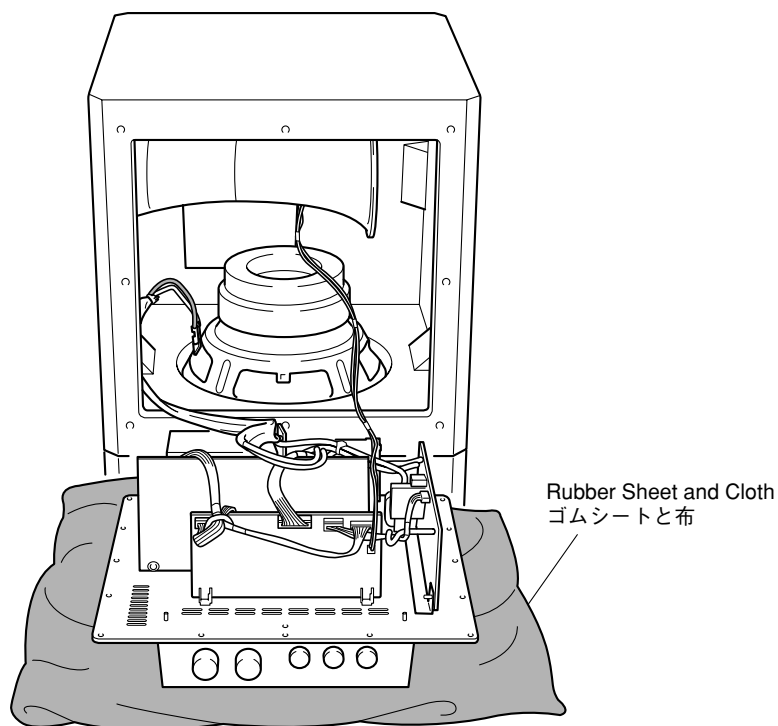

Fig. 3
- Spread cloth first and place the rear panel ass'y on it. (Fig. 3)
- ゴムシートと布を敷き、その上にリアパネルAss'yを置いてチェックします。(Fig. 3)